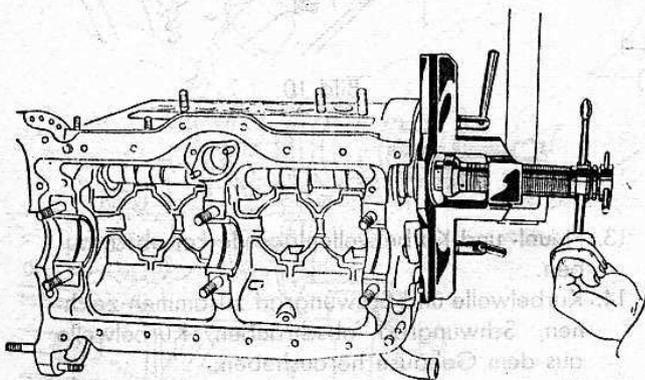

Bild 13
2. Nockenwelle einziehen (Wst 1451) (Bild 13).